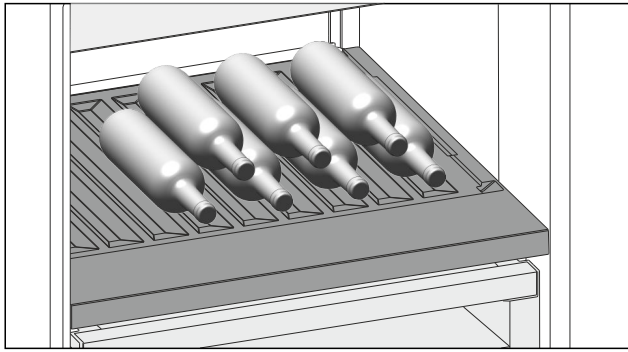

Fig. 99
- ▶ Flaschen mit dem Boden nach hinten zur Rückwand einlegen. (siehe Fig. 99)